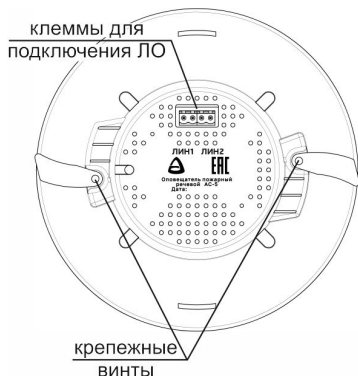
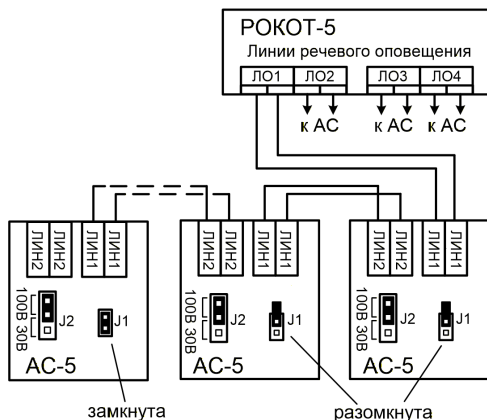

Рисунок 2 – Основание оповещателя. Задняя стенка
Рисунок 4 – Схема подключения АС к «РОКОТ-5 ПУО» и «РОКОТ-5 УМ»
АС подключается к линии оповещения (ЛО) с помощью клемм «ВХ» и «ВЫХ», продублированных для раздельного присоединения входных и выходных проводов (рис. 4). Клеммы «ВХ» и «ВЫХ» расположены на задней стенке АС (рис. 2).
6. Произведите монтаж соединительных линий от прибора управления оповещением к АС (см. рис. 4).